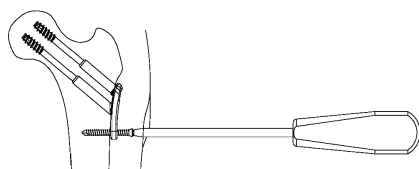

図 24
- 1) 骨幹部スクリューを、5.0CS ドライバーにて取り外します。(図 24)